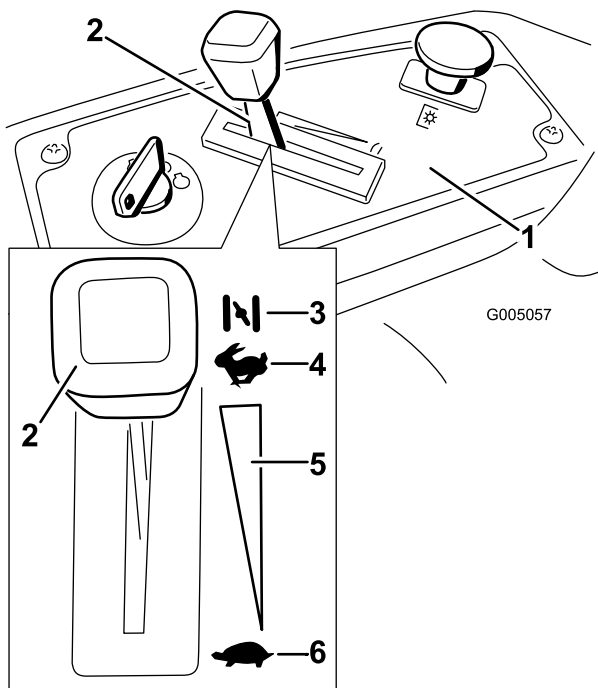

Figura 12
3. Prima di avviare il motore a freddo spostate la leva dell'acceleratore in posizione Starter (Figura 12).
5. Quando il motore è acceso, muovete la leva dell'acceleratore in posizione Fast (Figura 12). Se il motore stalla o esita, riportate la leva dell'acceleratore in posizione Starter per qualche secondo, All'occorrenza, ripetete il procedimento.
3. Girate la chiave di accensione in posizione Off (Figura 12) e toglietela.